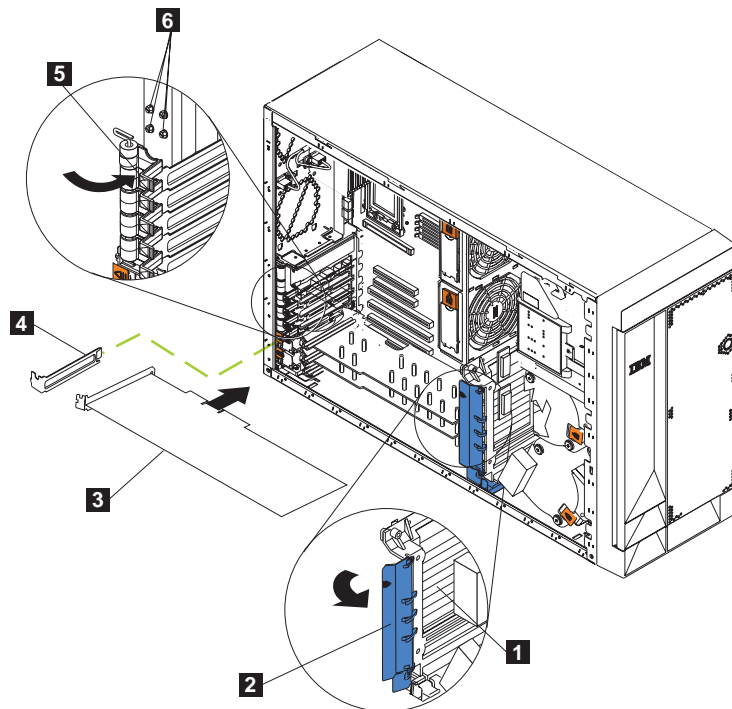
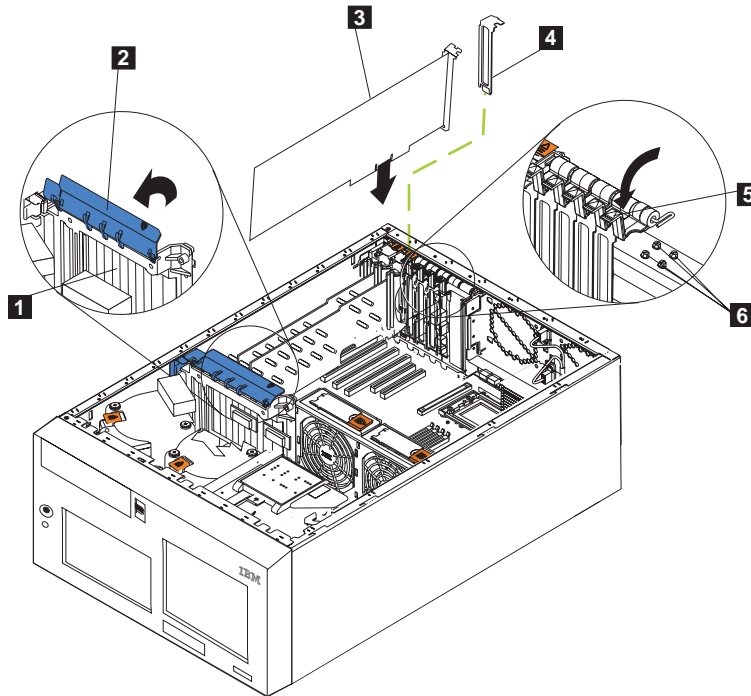

Figura 90. Substituindo um controlador ServeRAID (Modelo 25T)
Figura 91. Substituindo um controlador ServeRAID (Modelo 25T com o recurso de conversão de montagem do rack)
- d. Remova a placa antiga utilizando a Figura 90 e a Figura 91 na página 120 como referência.
- b. Remova o controlador ServeRAID-5i com defeito utilizando a Figura 90 na página 119 e a Figura 91 na página 120 como referência.
- d. Remova a placa utilizando a Figura 90 na página 119 e a Figura 91 na página 120 como referência.